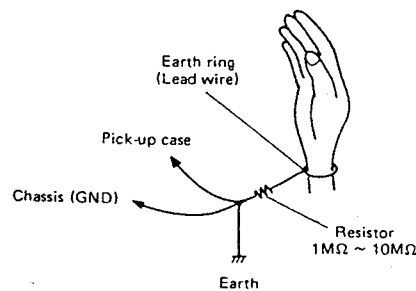

Fig. 4-2
- Before servicing the pickup ass'y be sure to prevent electrostatic-induced destruction by grounding not only test equipment in use but also yourself as shown in Fig.4-2.
- ピックアップ ASSY を取り扱う場合は、測定器などに確実なアースを取ると共に、人体アースを行い、静電破壊を十分防止してください。(Fig.4-2 参照)